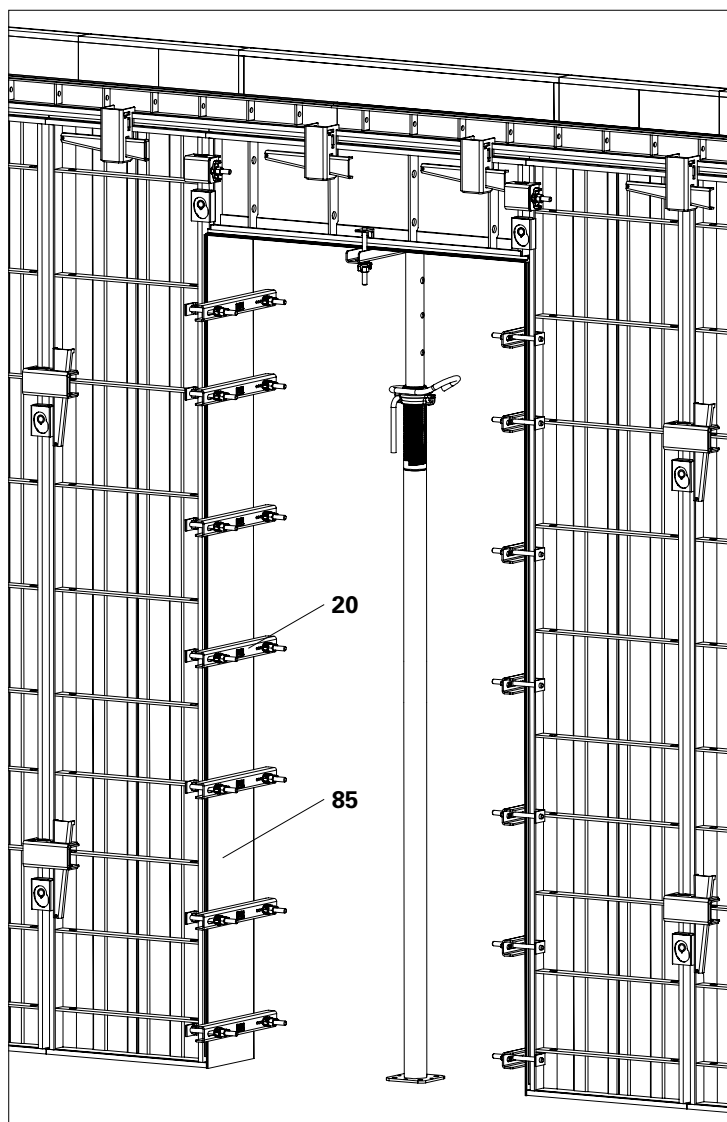

Fig. B5.01
(Fig. B5.01)
1. Partendo dal basso, spingere il profilo fermagetto UNO Plus (85) sull'estremità anteriore del telaio per parete (1). (Fig. B5.01), (Tabella B4.03 + B4.04)
2. Montare il corrente fermagetto UNO Plus (20) seguendo la stessa procedura delle aperture. (Vedere Sezione "B4 Aperture")